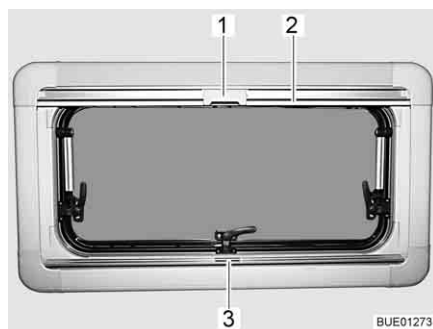

Bild 62 Överkantshängda fönster
- Ta tag i mitten på plisségardinens list (Bild 62,3) och drag den nerifrån och uppåt och släpp den vid önskad höjd. Plisségardinen stannar på denna höjd.
- Drag, med listen, (Bild 62,2) ner insektsnätet tills listen stöter mot plisségardinen (Bild 62,3).
- Lås fast insektsnätets spärr (Bild 62,1) på plisségardinens list.
- Tryck spärren (Bild 62,1) upp till på insektsnätet bakåt.
- För långsamt tillbaka insektsnätet med listen (Bild 62,2).